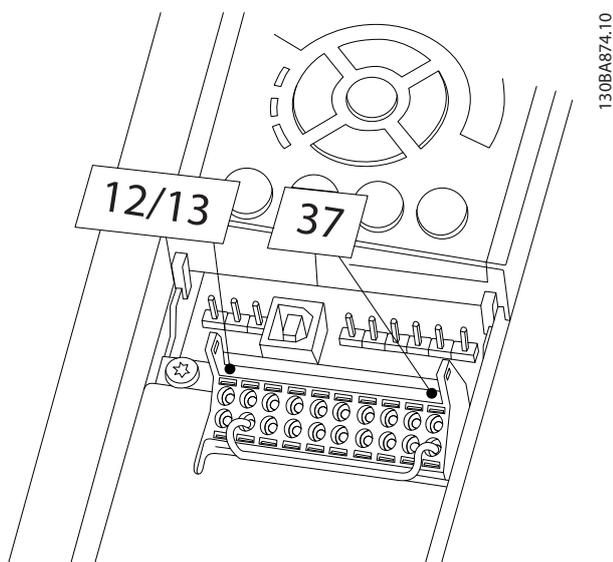

図 2.35 端子 12/13 (24 V) および 37 間のジャンパー線
1. コントロール端子 37 と 12 または 13 の間のジャンパー線を除去します。短絡を回避するためには、ジャンパーを切断/断線するのでは不十分です。(図 2.35 のジャンパーを参照してください)。
LCPの下部にある状態行に、自動遠隔フリーラン、あるいは、警報60外部インターロックが表示されている場合、ユニットが動作可能状態になっていますが、端子27には入力信号がありません。詳細は、図 2.35を参照してください。